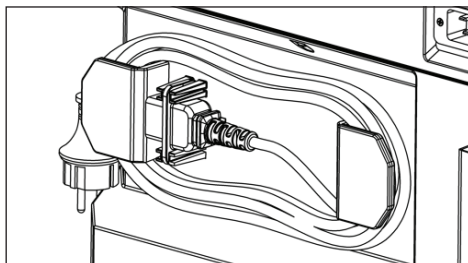

Fig. 6: Position de stockage du câble
- ▶ Rangez le câble dans la position de rangement (Fig. 6). Fixez la fiche à l'aide de l'attache-câble prévue à cet effet.